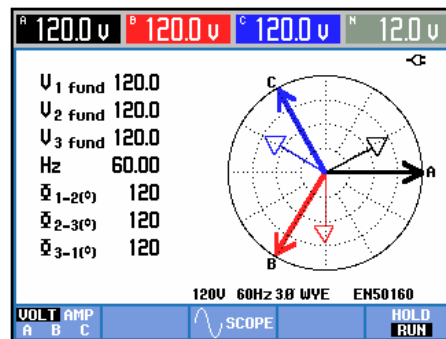

Abbildung 6-3. Vektordiagramm eines korrekt angeschlossenen Analysators
Zur Überprüfung, ob Spannungsleitungen und Stromzangen korrekt angeschlossen sind, verwenden Sie Oszilloskop – Signalform und Oszilloskop – Zeiger. Im Vektordiagramm müssen nacheinander die Phasenspannungen und -ströme L1 (A), L2 (B) und L3 (C) angezeigt werden, wenn Sie diese im Uhrzeigersinn verfolgen, wie in Abbildung 6-3 dargestellt.